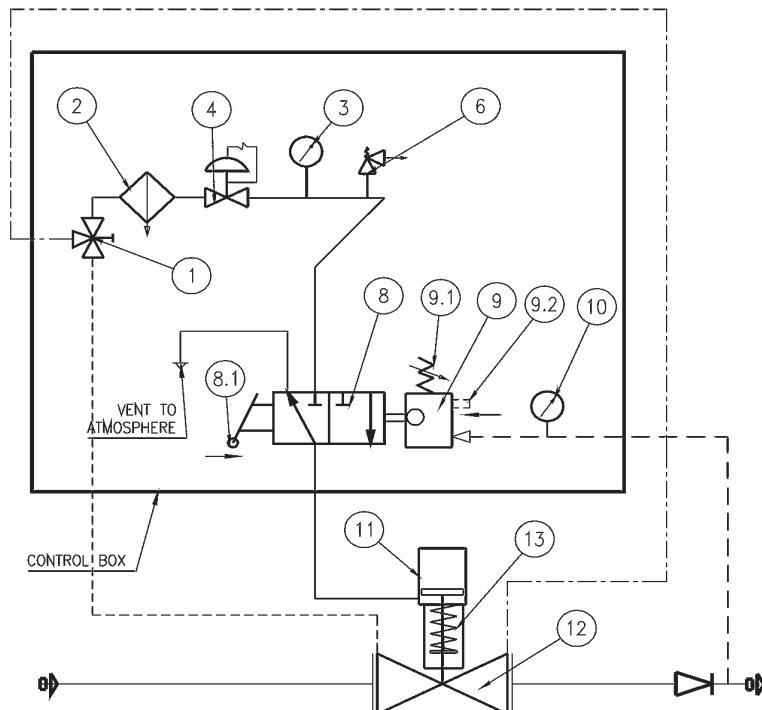

Fig. 13
4.3.1 FUNZIONAMENTO BLOCCO HB/97 (FIG.13)
4.3.1 HB/97 SLAM-SHUT OPERATION (FIG. 13)
4.3.1 FUNKTIONSBEREICHUNG SAV HB/97 (FIG.13)
4.3.1 FONCTIONNEMENT VANNE DE SÉCURITÉ HB/97 (FIG. 13)
4.3.1 FUNCIONAMIENTO (FIG. 13) BLOQUEO HB/97
4.3.1 FUNCIONAMENTO (FIG. 13) BLOQUEIO HB/97